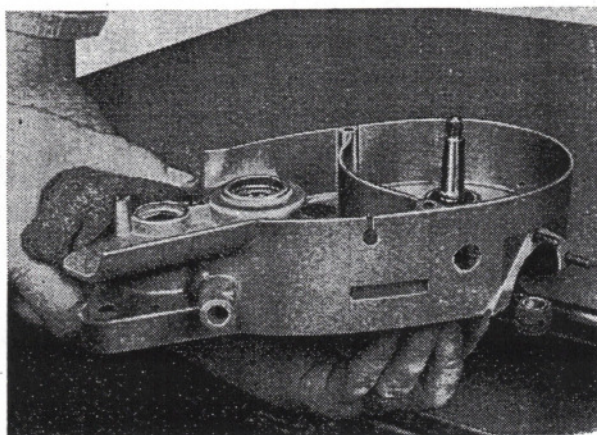

Abb. 33 Kurbelwelle aus der erwärmten linken Gehäusehälfte ausbauen
9. Linke Gehäusehälfte auf 80 bis 90° C erwärmen, dabei die Radialdichtringe abdecken und die Kurbelwelle mit dem Rillennlager herausnehmen. Wenn erforderlich, Gehäuse auf eine Holzunterlage aufstoßen, wie aus Abb. 33 ersichtlich.